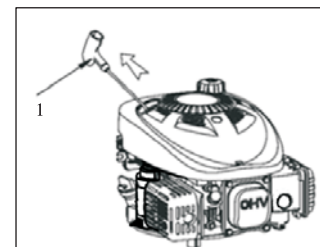

Fig. 3
No permita que la empuñadura de arranque (1) se contraiga contra el motor. Póngala de vuelta suavemente para evitar daños en el arrancador (Fig. 3).